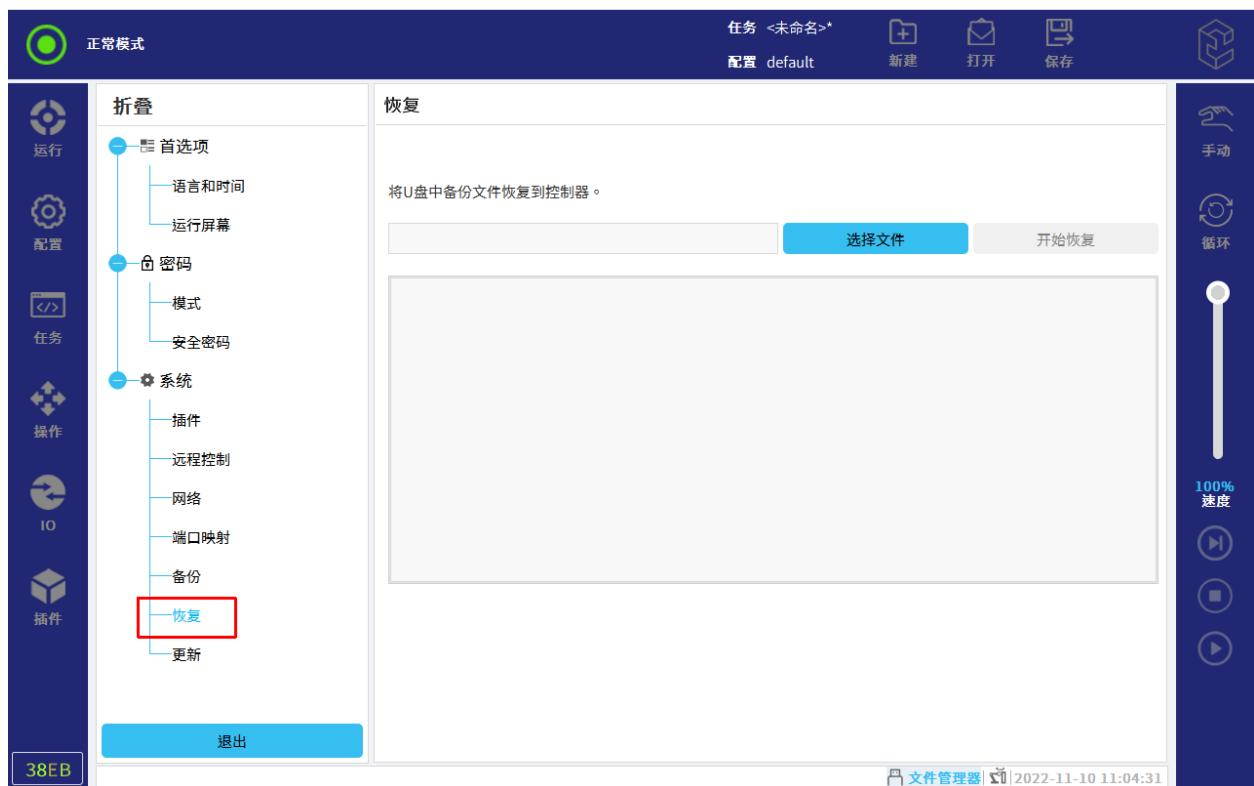

图 9-8 恢复
2. 选择“设置> 系统> 恢复”，如**图 9-8** 所示。